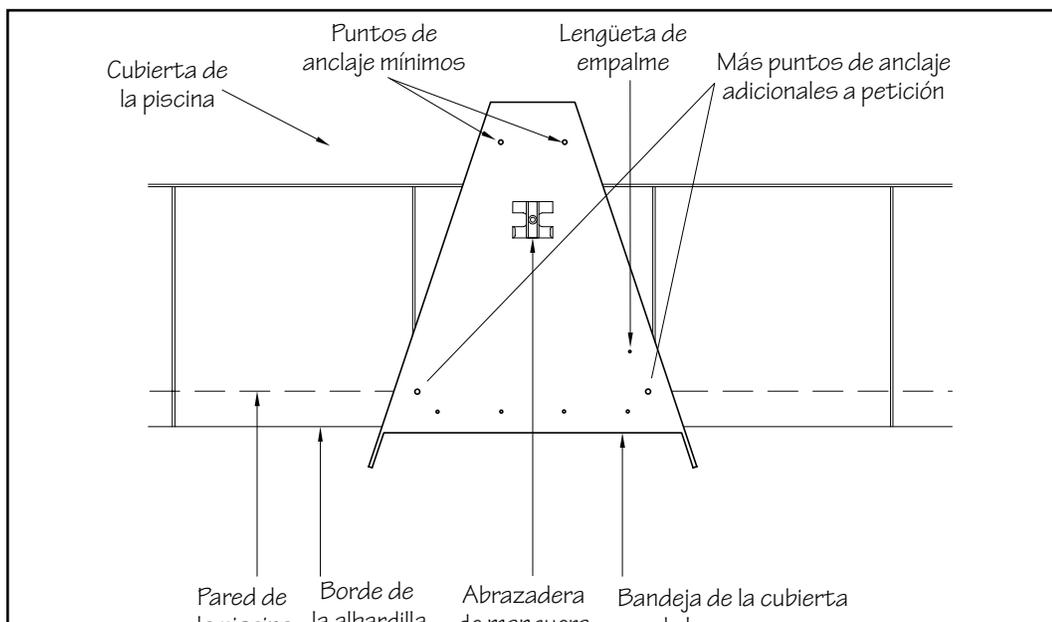

Fig. 8.2
- 8.3 Utilice la broca de 4 mm proporcionada para perforar un orificio en la cubierta de aproximadamente 50,8 mm de profundidad en los dos orificios de la parte trasera de la bandeja. Hay que perforar estos orificios dentro de un material de cubierta que sea sólido. Estos dos tornillos son suficientes para asegurar la Fastlane a la pared de la piscina, pero se necesitan tornillos de anclaje extra si desea poner más puntos de anclaje (Fig. 8.2).
9.4 Ponga en marcha las mangueras hidráulicas dentro y fuera de la piscina y en la bandeja de la cubierta de la manguera. Coloque las mangueras debajo de la abrazadera (véase Fig. 8.2). Retire la manguera que sobre de la piscina y de la bandeja de la cubierta de la manguera. Cuando las mangueras estén en la abrazadera, asegúrela a la bandeja.